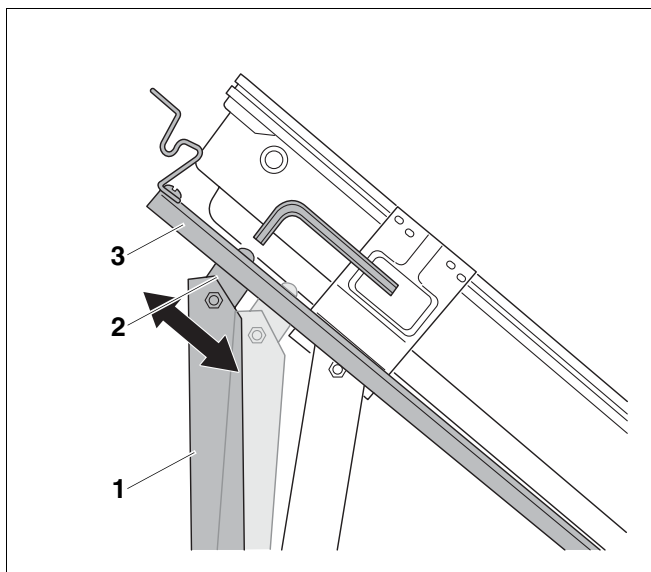

Fig. 3 Adaptar o ângulo de inclinação
- Desmonte o suporte (fig. 3, **item 1**) com a cabeça articulada (fig. 3, **item 2**) através dos parafusos de cabeça lenticular do apoio do colector.
- Coloque o suporte (fig. 3, **item 1**) na posição correspondente do furo oblongo determinada de novo, de modo que o perfil (fig. 3, **item 3**) encoste de forma plana e paralela no lado inferior do colector.
- Aparafuse o suporte (fig. 3, **item 1**) com um parafuso de cabeça lenticular.